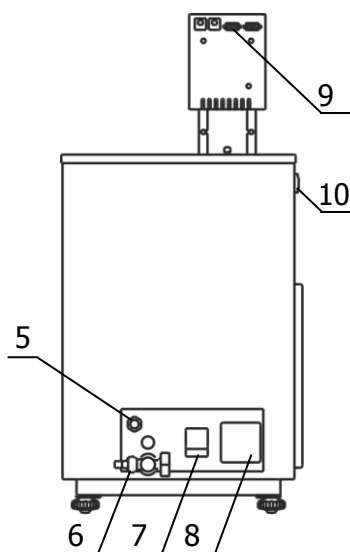

Рисунок 5 — Задняя панель ванны термостата
2.2.5 К переливному штуцеру 5 (рисунок 5) присоединить гибкий шланг. Второй конец шланга опустить в емкость для сбора излишков теплоносителя объемом 1.5–2 литра.
2.2.7 Вставить вилку сетевого кабеля блока регулирования в розетку 8 (рисунок 5). Соединить кабелем из комплекта поставки блок регулирования (разъем 9) и холодильную машину (разъем 10). Сетевой кабель термостата подключить к питающей сети напряжением 220 В. Для этого в лабораторном помещении должна быть установлена электрическая розетка из комплекта поставки термостата.
2.2.8 Автоматический выключатель 7 (рисунок 5) перевести в положение «включено».
носителя в основной ванне падает, что может привести к срабатыванию защиты от недостаточного уровня теплоносителя. Доливать теплоноситель следует до момента начала слива из переливного штуцера 5 (рисунок 5).
2.3.5 При работе термостата на температурах, близких к нижней границе диапазона регулирования необходимо доливать теплоноситель до момента слива его из переливного штуцера 5 (рисунок 5) при охлаждении термостата на каждые 10 °С.
2.4.4 Надеть сливной шланг из комплекта поставки на сливной кран 6 (рисунок 5) и закрепить его хомутом. Свободный конец шланга опустить в емкость для сбора теплоносителя объемом не менее 15 литров.